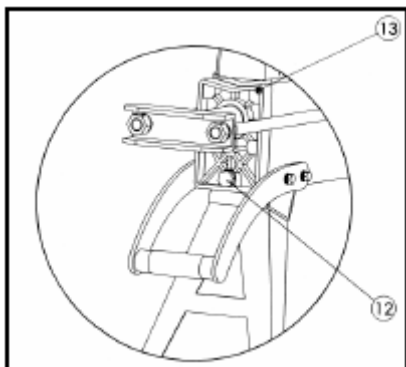

Fig. 16
Avant d'activer le fendeur de bûches, la vis d'évacuation d'air (13) Fig. 16, doit être desserrée de quelques tours pour que l'air puisse rentrer et sortir doucement du réservoir d'huile.